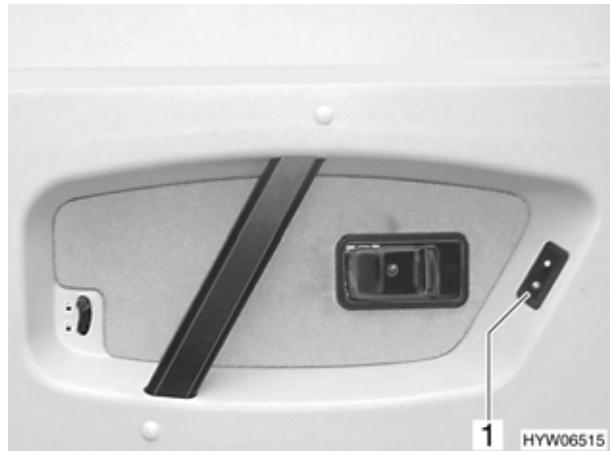

Fig. 16 Interruttore per l'azaracristalli elettrico nella porta guidatore
- Premere l'interruttore (Fig. 16,1).